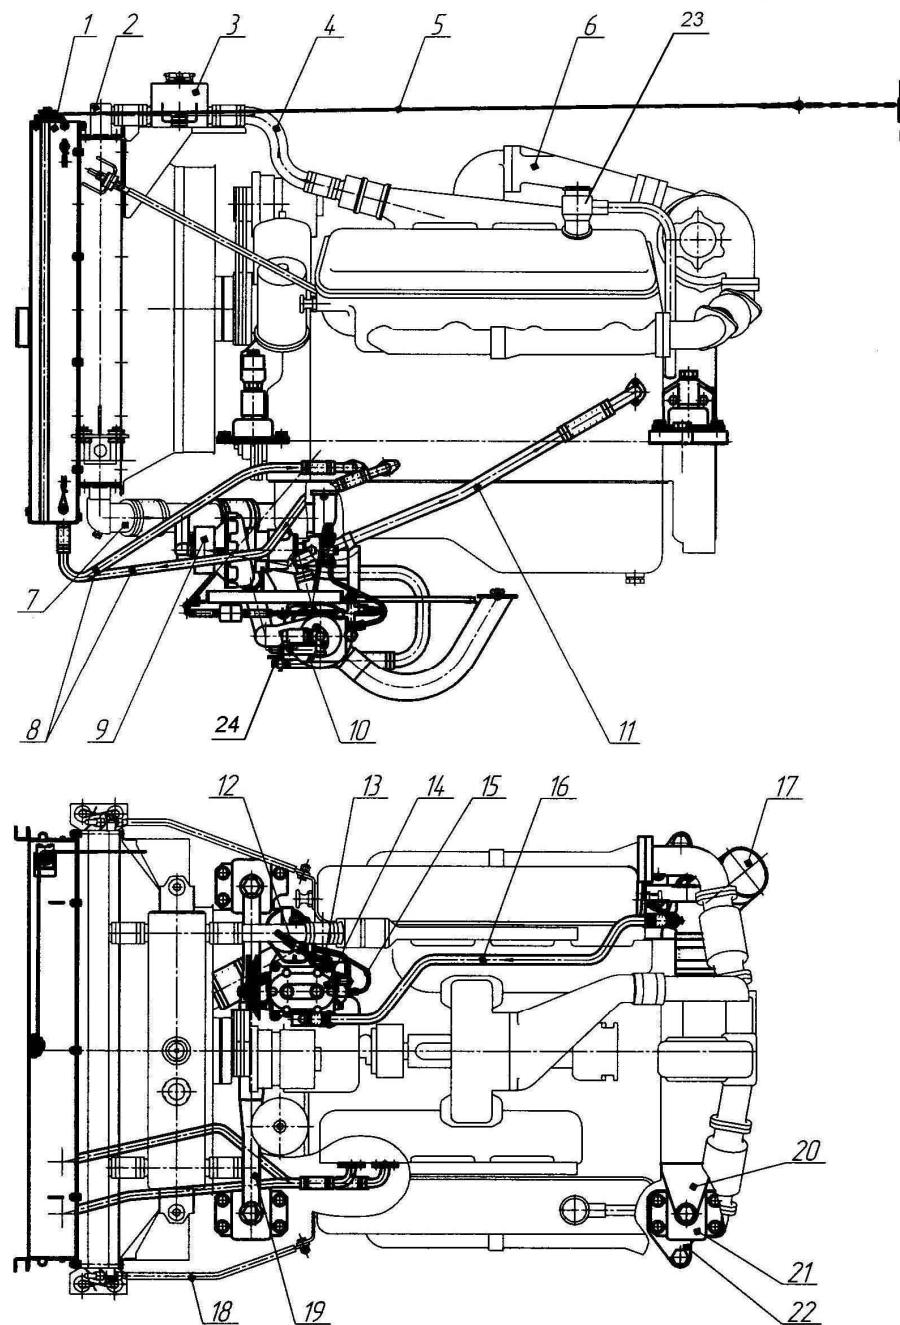

Рис. 2 Двигатель с системами
- открыть кран 24 (рис. 2) и слить охлаждающую жидкость, закрыть кран;